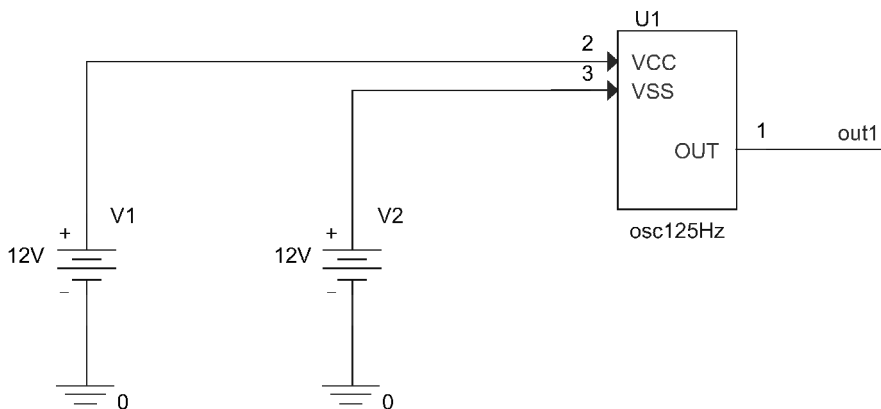

图 20.30 层模块器件 osc125Hz 的测试电路
3. 在 Test Osc125Hz 文件夹中双击 PAGE1, 然后绘制如图 20.30 所示的电路。其中 osc125Hz 选自 Hierarchy 库文件, V1 设置为 12V, V2 设置为 -12V。